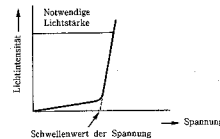

Abb. 12
5. Vorsichtsmaßnahmen bei Wartungsarbeiten (Abb. 12)
Der Halbleiter-Laser ist sehr empfindlich hinsichtlich statischer Entladungen und Überspannungen. Achten Sie darauf, daß Sie nie die Anschlüsse des Halbleiter-Lasers und die Anschlüsse auf der flexiblen Platte mit den Händen oder einem Werkzeug berühren. Wie auf Abbildung 12 dargestellt, steigen die Lichtintensität und der Strom sprunghaft an, wenn einmal der Schwellwert überschritten ist.